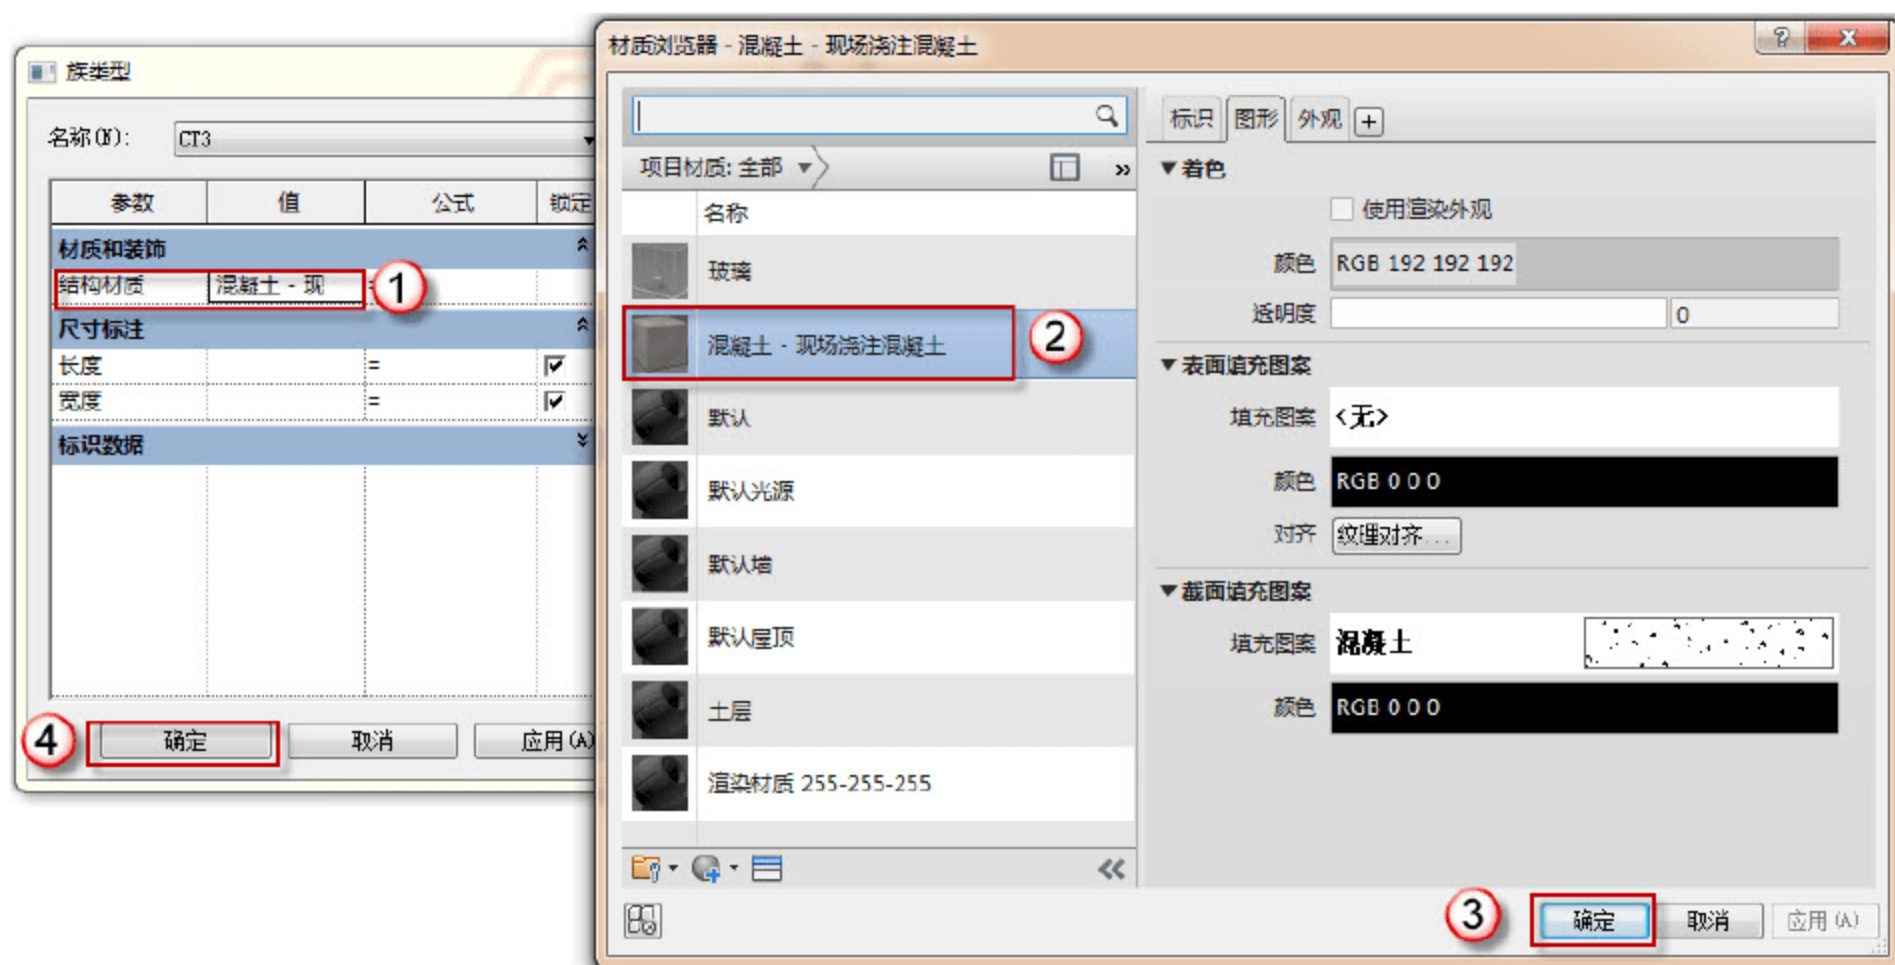

图 2.1.86 添加结构材质
(9) 添加结构材质。单击“族类型”按钮，在弹出的“族类型”对话框中，单击“结构材质”按钮，在弹出的“材质浏览器”对话框中，依次单击“混凝土-现场浇筑混凝土”→“确定”按钮，如图 2.1.86 所示。